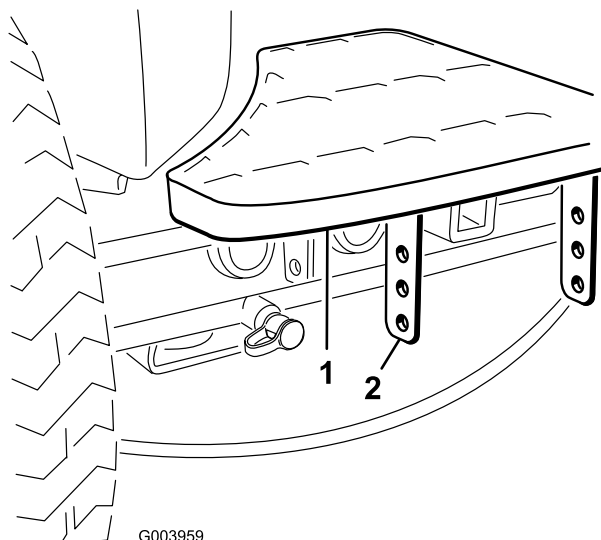

図 2
1. ステップブラケットをトラクションユニットのフレームに固定しているボルトとナット (2組) を外す (図 2)。